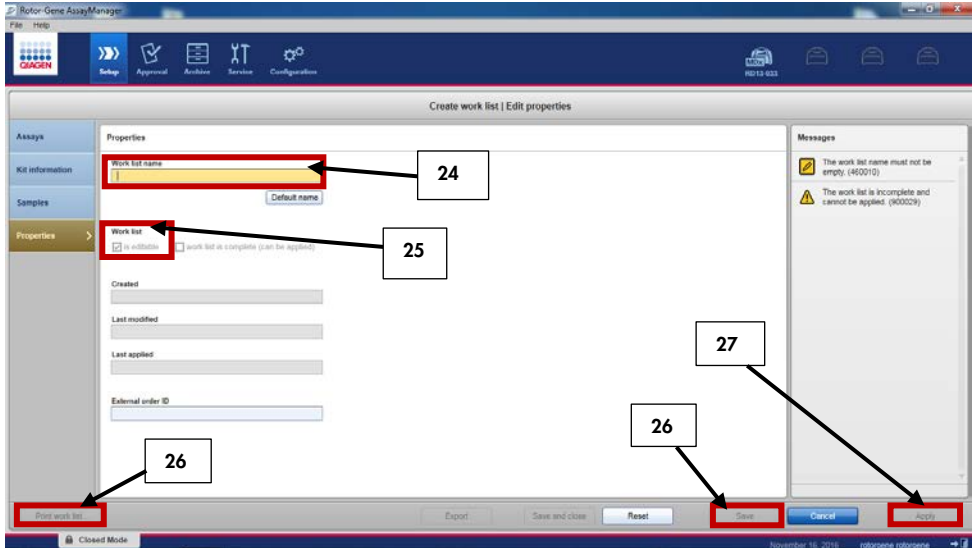

Figura 11. Creación de la lista de trabajo.
24. Seleccione "Properties" (Propiedades) e introduzca un nombre de lista de trabajo (Figura 11).